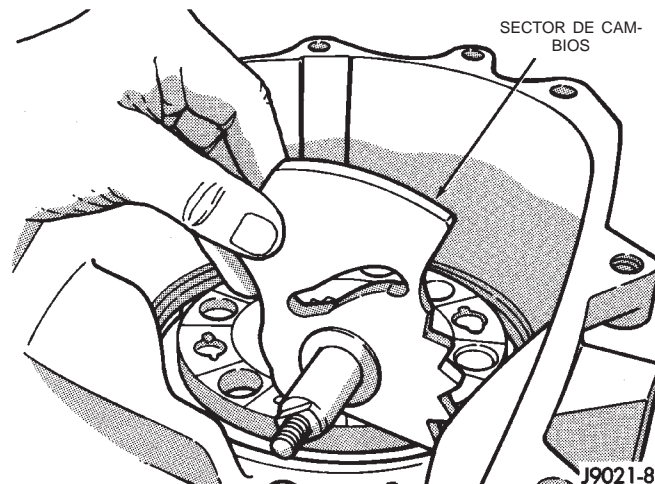

Fig. 61 Instalación del sector de cambios
(2) Instale el sector de cambios en la caja (Fig. 61). Lubrique el eje del sector con líquido de transmisión antes de la instalación.